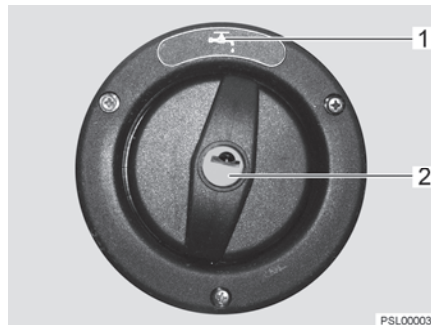

Bild 106 Verschlussdeckel für Trinkwasser-Einfüllstutzen
Der Trinkwasser-Einfüllstutzen ist mit dem Symbol "🔑" (Bild 106,1) gekennzeichnet. Der Verschlussdeckel wird mit dem Schlüssel für die Außenklappenschlösser geöffnet und verschlossen.
- Schlüssel in Schließzylinder (Bild 106,2) stecken und eine viertel Umdrehung entgegen dem Uhrzeigersinn drehen.
- Trinkwasser-Einfüllstutzen (Bild 106) öffnen.